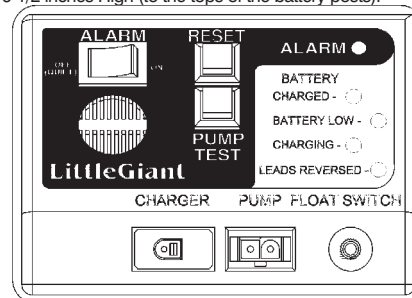

Figure 1
- Refer to the control unit shown in Figure 1 for the locations of the indicator lights, switches, fuse and sockets.
- Consulter l'illustration du boîtier de commande à la Figure 1 pour trouver l'emplacement des voyants lumineux, des interrupteurs, du fusible et des douilles.